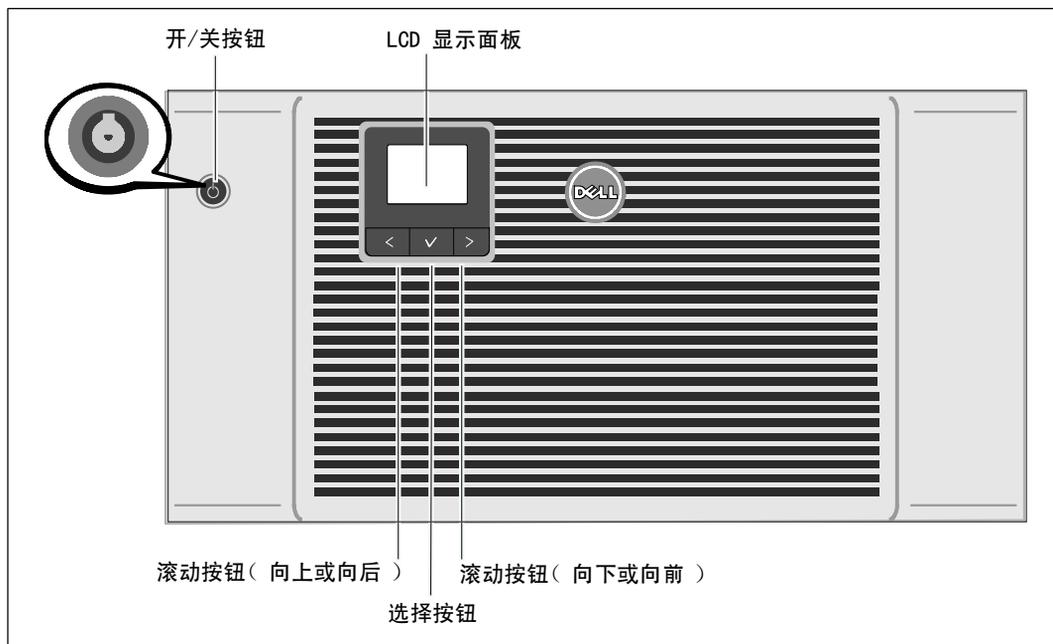

图 23. UPS 的启动
- 5 按下 UPS 前面板上的开/关  按钮。（见图 23）。